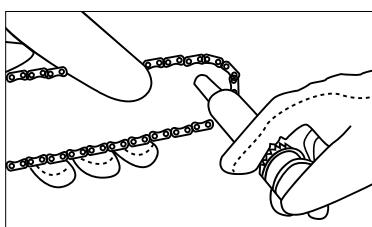

Fig. 28
3. Îndreptați duza seringii în gaura pentru lubrificare și dozați lubrifiant până ce el nu va ieși pe marginea externă a roții de lanț a șinei (Fig. 28).